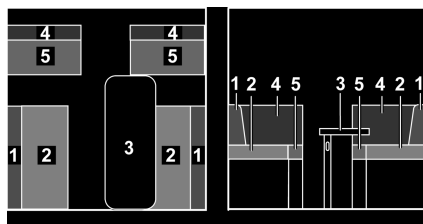

Fig. 137 Avant la transformation
- Enlever les coussins de dossier des sièges individuels (Fig. 137,4) et les placer de côté.